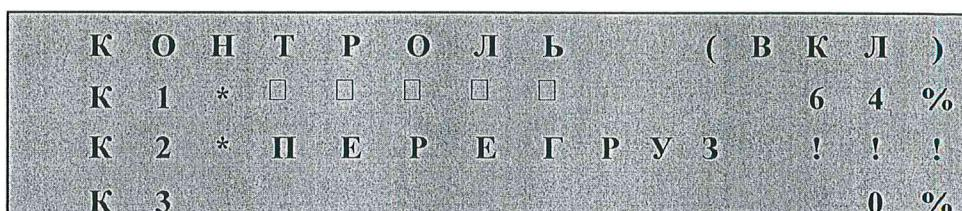

Рисунок 34 – Пример сообщения о перегрузке канала в ходе эксплуатации
8.4 При перегрузке в ходе эксплуатации на ЖКИ появляется сообщение, пример которого приведен на рис. 34.